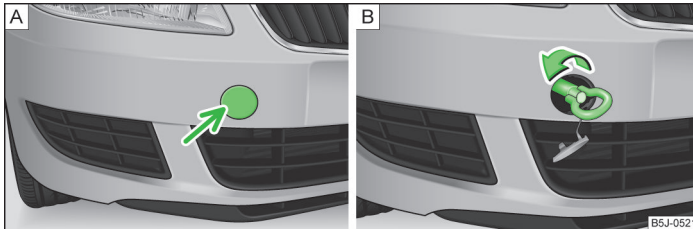

Abb. 148 Vorderer Stoßfänger: Abdeckkappe / Einbau der Abschleppöse
- Auf die linke Hälfte der Abdeckkappe im Pfeilbereich drücken » Abb. 148 - A.
- Die Abschleppöse von Hand nach links bis zum Anschlag einschrauben » Abb. 148 - B. Für das Festziehen empfehlen wir, z. B. den Radschlüssel, die Abschleppöse eines anderen Fahrzeugs oder einen ähnlichen Gegenstand zu verwenden, der durch die Öse gesteckt werden kann.